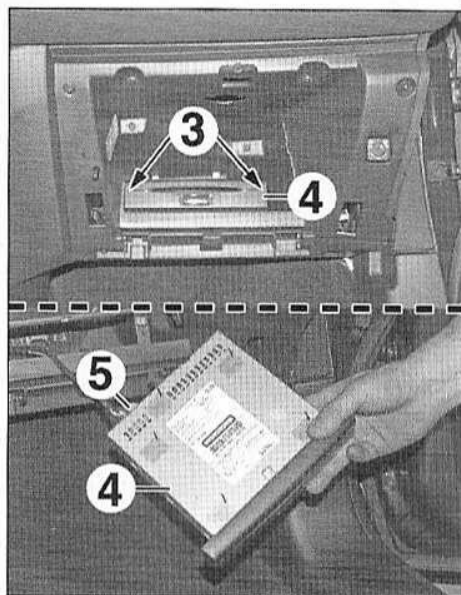

FIG.4
- Déposer les vis (3) (Fig.4).
- Extraire le lecteur CD (4).
- Débrancher le connecteur (5).
- Déposer le lecteur CD (4).